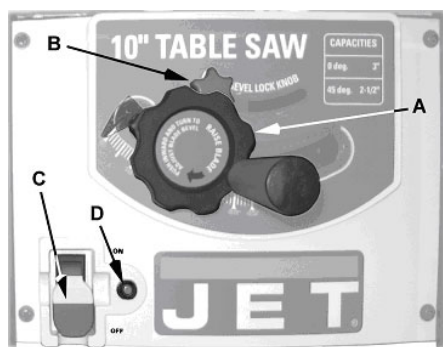
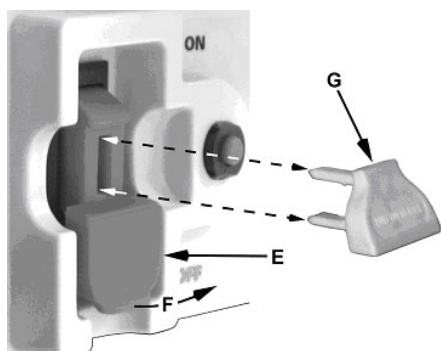

Рисунок 24
Рисунок 25
**Выключатель** – выключатель расположен на передней панели основной конструкции станка (C, Рис. 24). Чтобы включить станок, переключите выключатель в верхнюю позицию (F, Рис. 25). Для выключения станка передвиньте выключатель в нижнюю позицию.
Замыкающий ключ – когда пильный диск не используется, переключатель должен быть выключен. Для фиксирования положения выключателя в отключенном положении, выньте ключ защиты (G, Рис. 25).
**Защита от перегрузок** – станок оборудован кнопкой перегрузочного реле (D, Рис. 24). Если мотор отключается или выходит из строя в результате перегрузки или низкого напряжения, поверните переключатель (C, Рис. 24) в позицию выключения и дайте возможность мотору охладиться хотя бы в течение пяти минут. После охлаждения мотора нажмите кнопку повторного пуска (D, Рис. 24) для возврата перегрузочного устройства в исходное состояние.